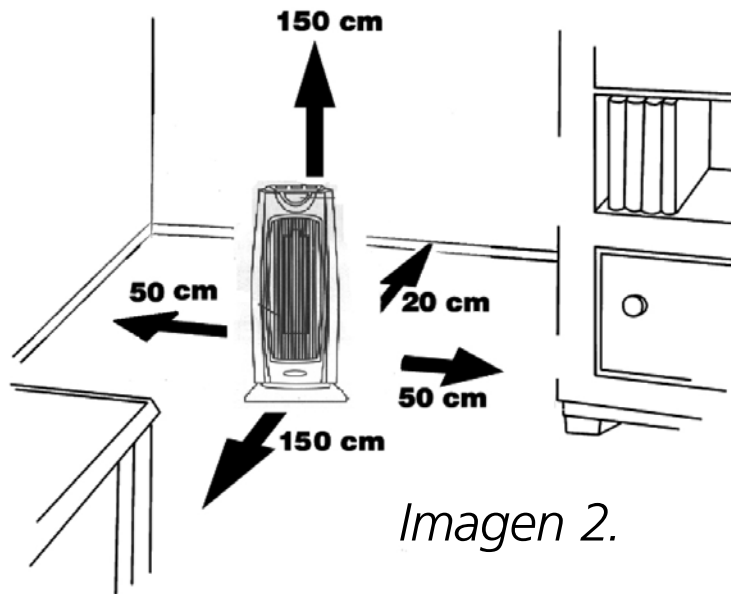

Imagen 2.
4. Asegúrese de que haya suficiente espacio libre alrededor de la estufa. Véase la imagen 2